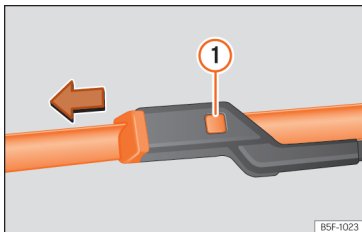

Fig. 211 Înlocuirea lamelor ștergătoarelor de parbriz
- Apăsăți și mențineți apăsat butonul de deblocare » » » **fig. 211** ① și trageți ușor de lamă în sensul săgeții.